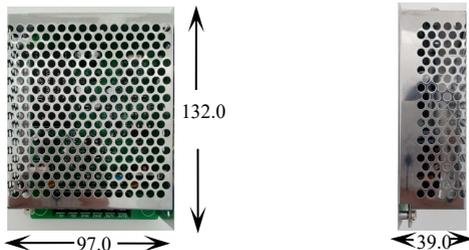

图 1 外观结构及安装尺寸
- 1、外观结构如图 1 所示，单位：mm。
- 2、CAN 扩展接口安装如图 1 所示。CAN 扩展接口用于联网主机 1 拖 2 扩展时，应安装在联网主机内；CAN 扩展接口作为中继使用时，应安装于距离控制器 CAN 总线输出端线长 1000m 以内；采用螺钉固定，室内安装。